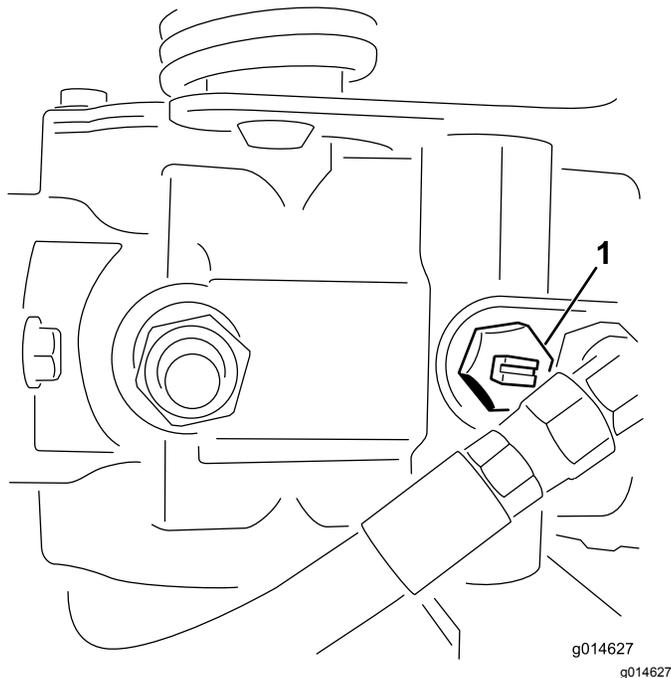

図 23
1. 油圧ポンプについているバイパスバルブ 図 23 の溝が「縦」になるようにバルブを回転させる。
2. エンジンを始動する前に、必ずバイパスバルブを閉じる溝が横向きになる 図 23。